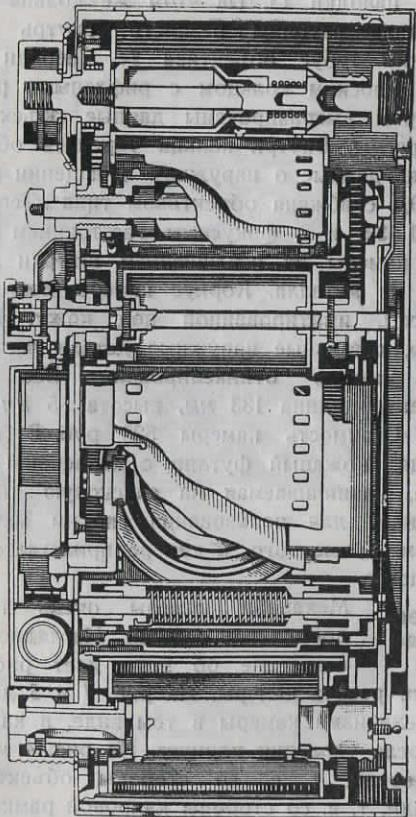
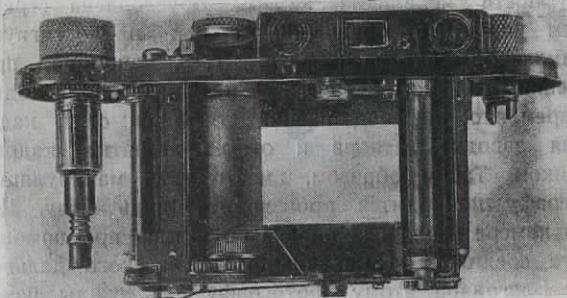
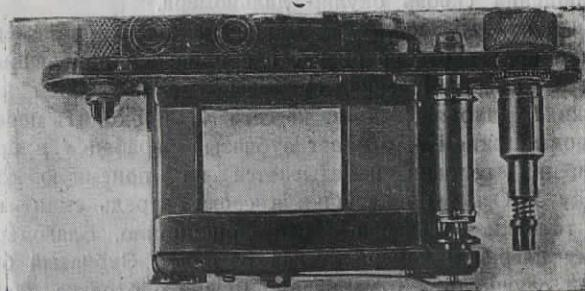

Рис. 3. Продольный разрез камеры ФЭД.
Рис. 4. Механизм камеры. Вид спереди
Рис. 5. Механизм камеры. Вид сзади
**Внутреннее устройство** достаточно сложен. Наглядное представление об этом дает рисунок 3, где приведен разрез камеры. На рис. 4 и 5 даны фотографии механизма камеры в том виде, в каком они выглядят после удаления корпуса. На рис. 4 механизм показан спереди, т. е. со стороны объектива, на рис. 5 — сзади, т. е. со стороны кадровой рамки.